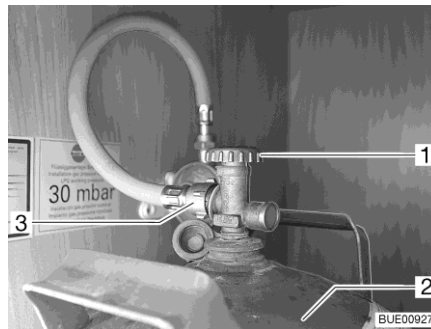

Bild 177 Gasbox
- Stäng huvudavstängningsventilen (Bild 177,1) på gasflaskan (Bild 177,2). Beakta pilriktningen.
- Skruva loss gasslangen (Bild 177,3) från gasflaskan.